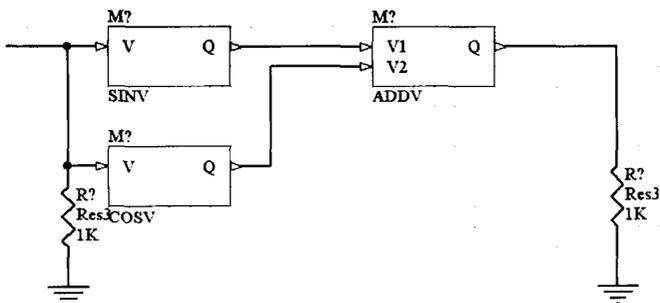

图 7-13 电气连接
- [4] 在【元件库】面板中，打开集成库“Miscellaneous Devices.IntLib”，找到元器件 Res3，在原理图中放置 2 个接地电阻，并完成相应的电气连接，如图 7-13 所示。